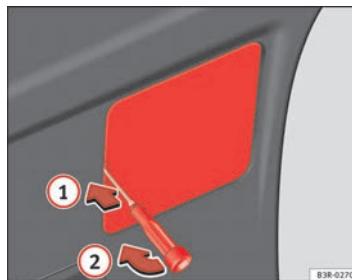

Fig. 233 Rimuovere la copertura del rivestimento del portellone
- Infilare il cacciavite nell'incavo della copertura ⇒ pag. 294, fig. 233 ① e sollevare quest'ultima facendo leva ②.